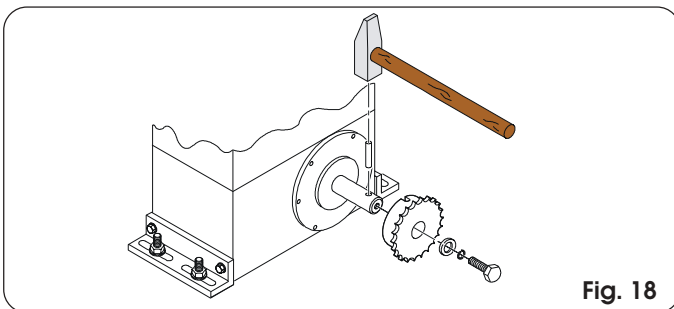

Fig. 18
**4.5.1. MOD. 844 ER CAT (fig. 18 - 19)**